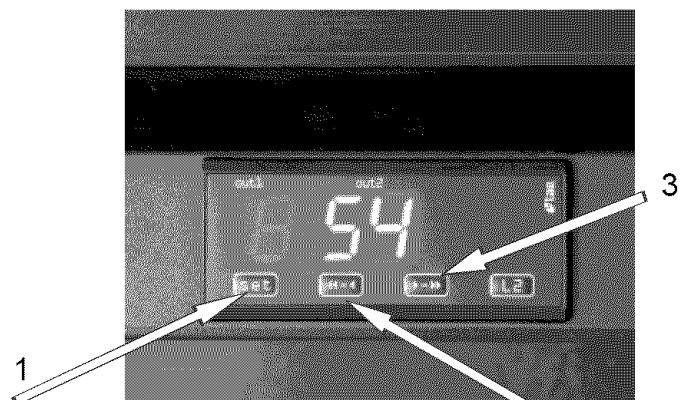

FIG 6
(consulte la FIG. 6)
1. Pulse el botón [1] (vea la FIG. 6). En la pantalla se mostrará el mensaje L1 y, a continuación, la temperatura preajustada comenzará a parpadear.
2. Utilice los botones [2] y [3] (vea la FIG 6) para aumentar o disminuir la temperatura.